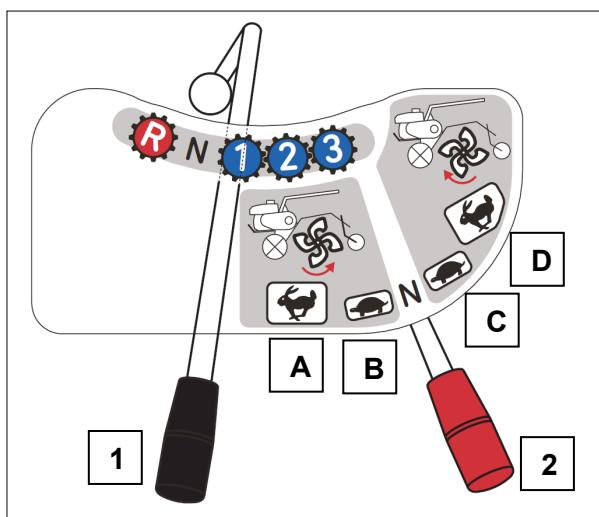

Figure 4
Ce levier (1, Figure 4) permet de sélectionner trois vitesses d'avance (1, 2, 3), une vitesse de marche arrière (R) ou une position neutre (N).
1. Placez le levier rotateur AV / AR en position B (Figure 4).